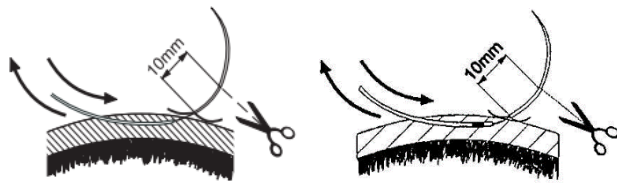
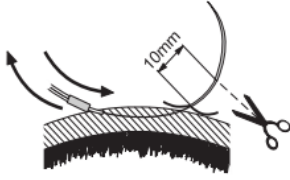

図 1d TME. T
図 1f TME. T
- \*\* 2) Tタイプ(TME. T)の設置と固定(図1d、図1e、図1f)